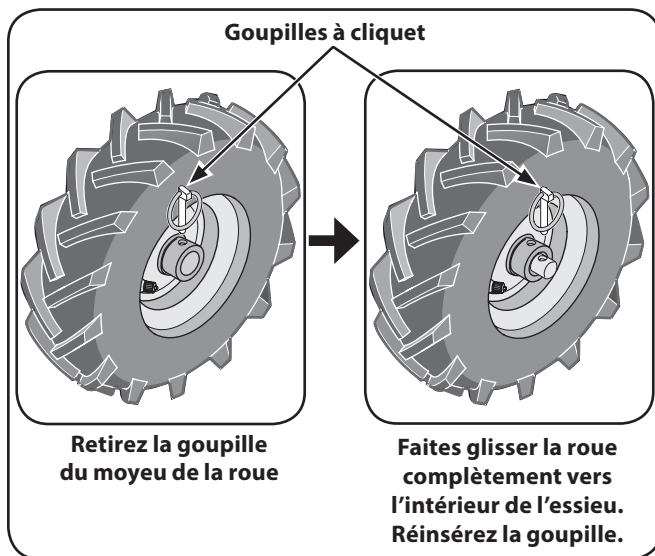

Figure 3-4
1. Placez un bloc de bois sous la transmission pour soulever une roue à 1" du sol. Retirez la goupille à cliquet de l'essieu et du moyeu de la roue. Voir Figure 3-4.
2. Faites glisser la roue complètement vers l'intérieur de l'essieu. Insérez la goupille à cliquet dans l'essieu seulement (ne l'insérez pas dans le moyeu de la roue). Voir Figure 3-4. La roue devrait tourner librement sur l'essieu. Répétez la procédure pour l'autre roue.